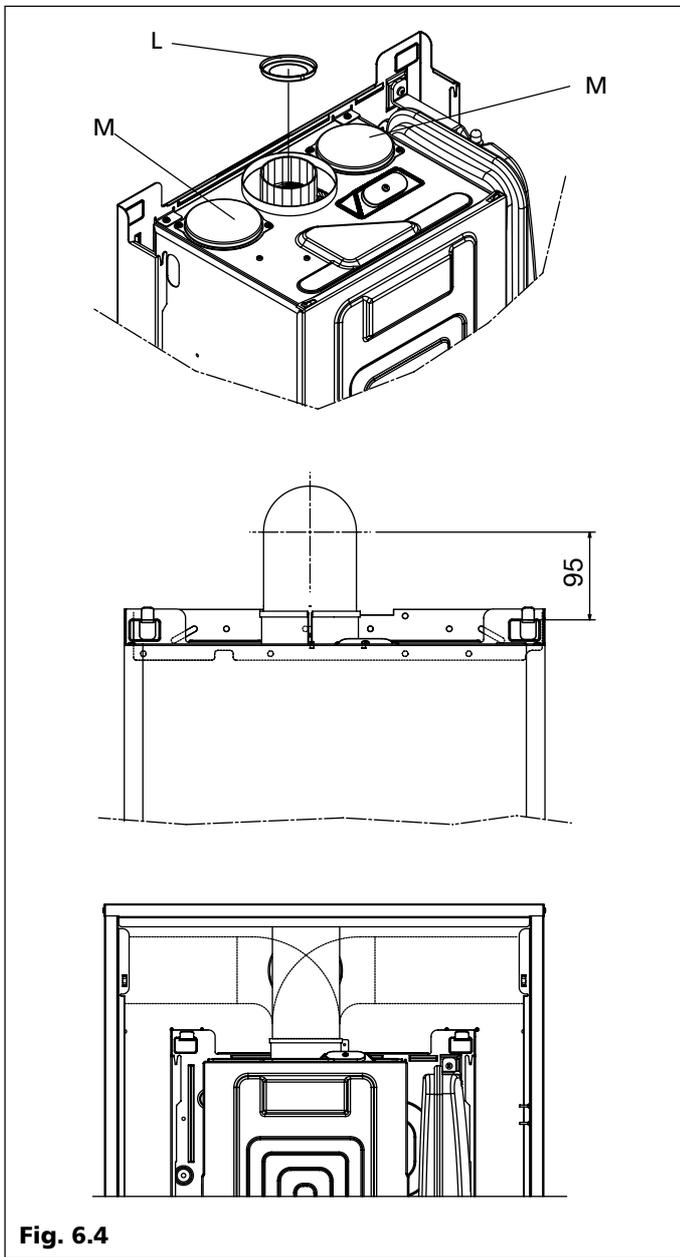

Fig. 6.4
La caldaia viene fornita predisposta per essere collegata a condotti di scarico/aspirazione coassiali e con l'apertura per l'aspirazione aria (M) chiusa (fig. 6.4). Gli scarichi coassiali possono essere orientati nella direzione più adatta alle esigenze del locale, rispettando le lunghezze massime riportate in tabella e le configurazioni della sezione 3. Secondo la lunghezza dei condotti utilizzata, è necessario inserire una flangia scegliendola tra quelle contenute in caldaia (vedi tabelle riportate di seguito).